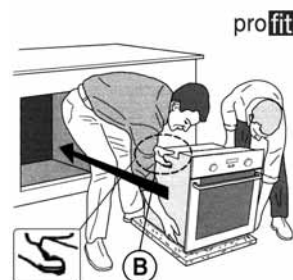

Fig. 7
- Le four est équipé de deux poignées latérales proFIT (B) destinées à faciliter les manœuvres de l'installation (Fig. 7).